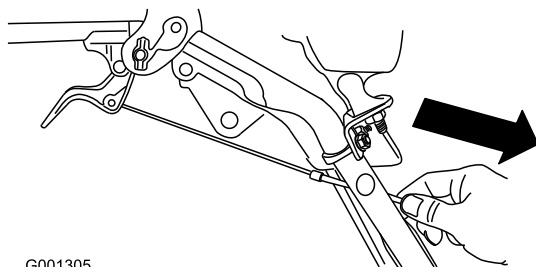

Bild 8
4. Ziehen Sie den Kabelmantel vorsichtig nach unten, bis der Radkuppungshebel unten ist, und das Kabel kein Spiel mehr hat. Ziehen Sie dann die Mutter an der Kabelklemme fest (Bild 8).